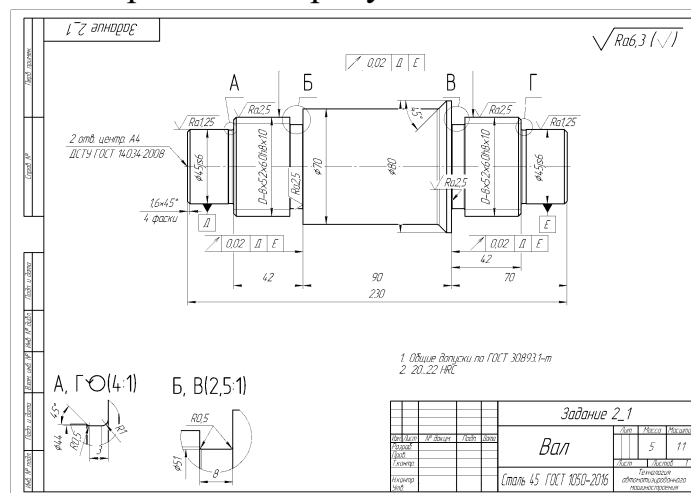

Рисунок 4 — Пример исходных данных к заданиям 2 и 3
- обработка канавок Б и В (рис. 4)